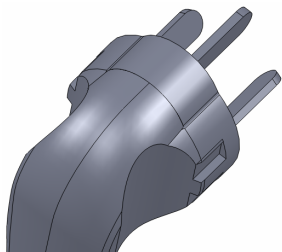

图 15-70 创建圆角 4 特征
(4) 单击【圆角】按钮, 弹出【圆角】属性管理器, 选中【等半径】单选按钮, 设置【半径】为 1.5, 选择合适的边线为要圆角的对象, 单击【确定】按钮, 即可创建圆角 4 特征, 如图 15-70 所示。